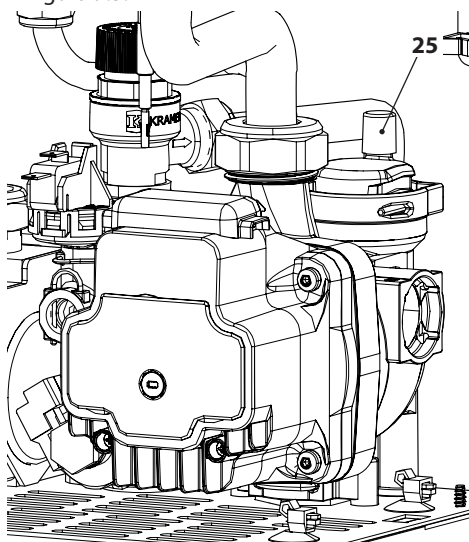

Figura 9.5
- Per facilitare lo svuotamento, allentare il tappo della valvola di sfianto automatica 25 in Figura 9.5.